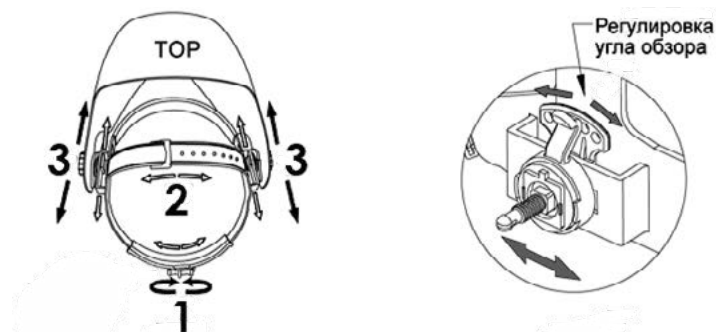

Рис. 5
- Длину окружности оголовья можно увеличить или уменьшить, вращая ручку с нажатием на затылочной части оголовья. (см. «1» на рис. 5). Данная процедура выполняется при надетой сварочной маске и позволяет получить натяжение, необходимое для надёжной фиксации сварочной маски на голове;
- Регулятор угла обзора расположен на правой стороне маски (см. рис. 5). Ослабьте правую гайку-фиксатор, выдавите штифт рычага из отверстия стопорной шайбы, поверните рычаг на требуемый угол и вставьте штифт в ближайшее отверстие. Когда затянете гайку-фиксатор, рычаг автоматически зацепится со стопорной шайбой.